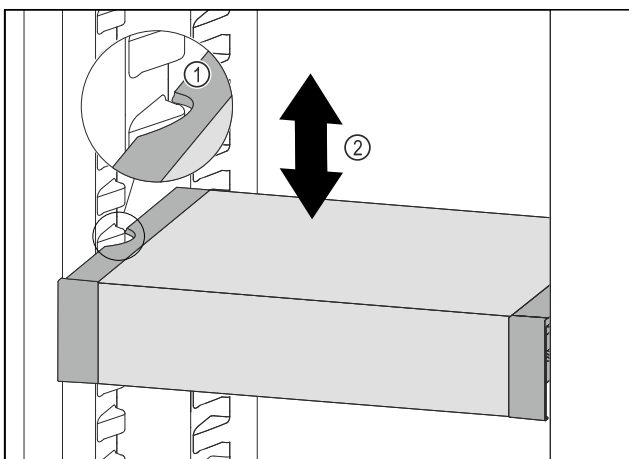

Fig. 129
- ▶ Изтеглете VarioSafe напред, докато страничните прорези на VarioSafe се намират на височината на реброто на съда в хладилната част. Fig. 129 (1)
- ▶ Преместете VarioSafe нагоре или надолу в хладилната част, докато се достигне желаната височина. Fig. 129 (2)